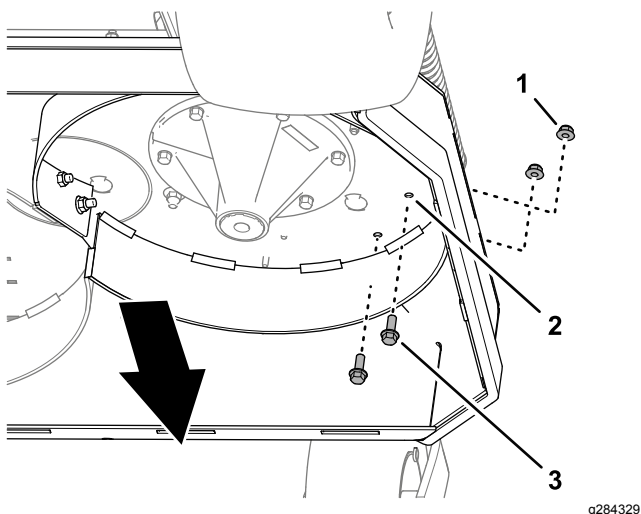

Bild 8
2. Setzen Sie die beiden Bundkopfschrauben ($\frac{3}{8}$ " x 1") in die 10 mm Löcher im Mähwerk (**Bild 8**) ein und sichern Sie die Schrauben mit den beiden Sicherungsbundmutter ($\frac{3}{8}$ "), die Sie in Schritt 1 entfernt haben.